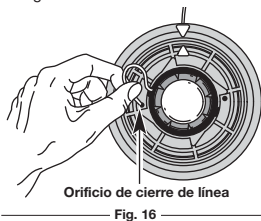

Fig. 16
5. Inserte la línea en el orificio de cierre (Fig. 16). No empuje la línea más de 12,7 mm (1/2 pulgada) dentro del orificio de cierre. Cuando la línea está bien insertada, formará un bucle pequeño (Fig. 16).